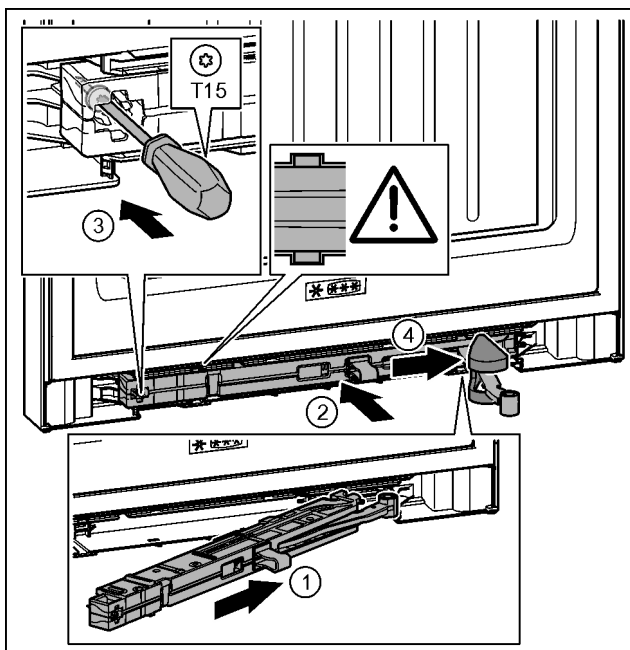

Fig. 39
- ▶ Під нахилом просуньте демперний вузол з боку опорного кронштейна в отвір до упору. Fig. 39 (1)
- ▶ Повністю вставте демперний вузол в отвір. Fig. 39 (2)
- ▶ Закрутіть гвинт за допомогою викрутки T15. Fig. 39 (3)
- ▶ Просуньте кришку через шарнір. Fig. 39 (4)